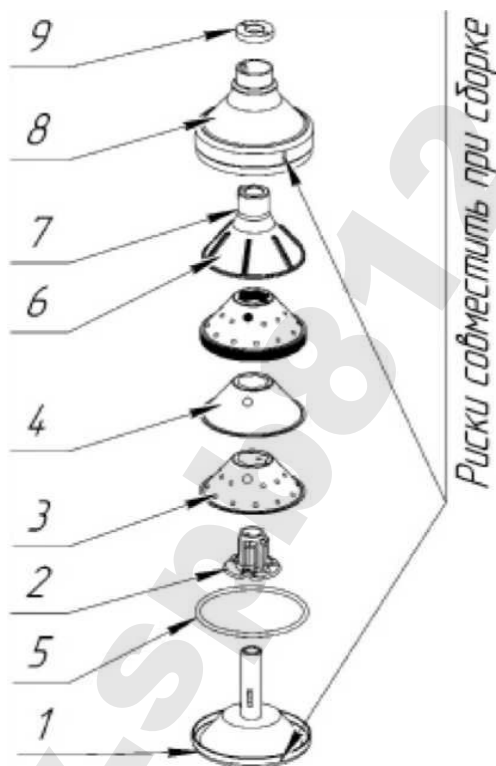

Рис. 4
- устанавливать барабан на вал электродвигателя и приводить его во вращение с не завернутой до конца гайкой поз. 9 (рис. 4);
Барабан сепаратора (рис. 4) состоит из основания 1, кольца уплотнительного 5,
6.2 Барабан разобрать, детали его промыть в горячем 2% содовом растворе, ополоснуть тёплой водой, просушить и собрать в следующей последовательности (см. рис. 4):
Внимание! Риски (см. рис. 4) на крышке барабана 8 и основании 1 должны быть совмещены, с целью исключения дисбаланса барабана.